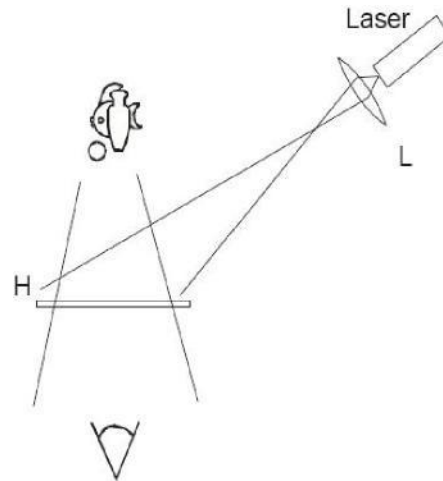

Fig. 8 Appareillage expérimental permettant la reconstruction d'un hologramme (L = lentille, H = hologramme)
- Montez l'appareillage expérimental sur le tableau métallique, conformément à la Fig. 8. L'hologramme devra être placé aussi loin que possible du laser avec le repère rouge et s'orienter du côté du laser.